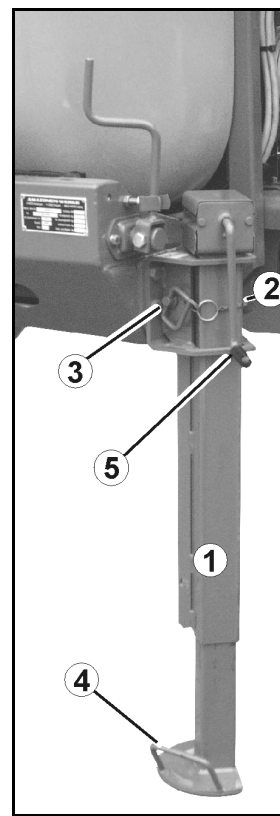

Fig. 41
Pé de apoio com manivela (Fig. 41/1):
1. Soltar a ficha móvel (Fig. 41/2).
2. Retirar o perno (Fig. 41/3).
3. Subir/baixar o pé de apoio mediante o punho (Fig. 41/4).
5. Com a manivela (Fig. 41/5)